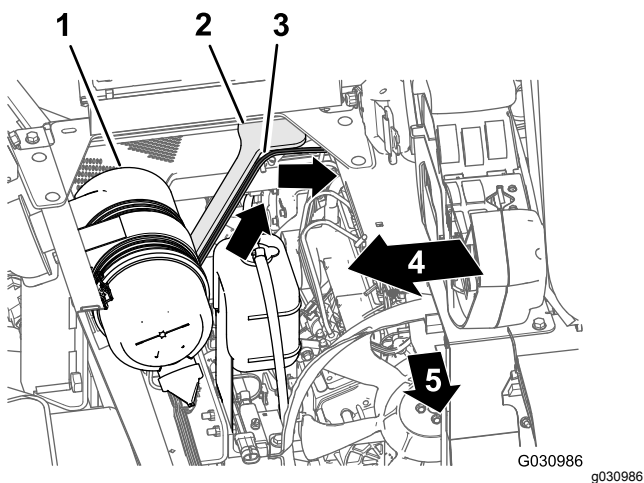

Figura 109
1. Enrute la rama de 165 cm del arnés de cables hacia arriba y a la parte trasera del compartimento del motor, por el soporte derecho de la cubierta del motor, por delante del conducto que conecta el filtro de aire y el motor (Figura 109).